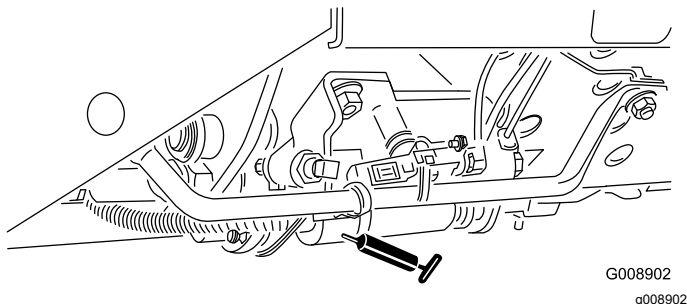

Bild 50
- Mähen-/Transportschieber (Bild 50)